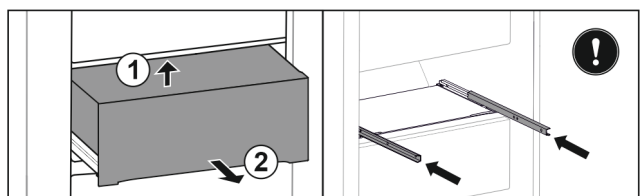

Fig. 99
- ▶ Lade van onderen achter optillen. Fig. 99 (1)
- ▶ Lade naar voren toe verwijderen. Fig. 99 (2)